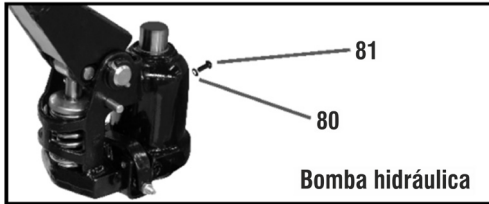

Fig. 9 – Completando ou substituindo o óleo
também os reparos. Para completar ou substituir o óleo, remova o parafuso (81) e o anel o-ring (80) e complete o volume de óleo. Recoloque o anel o-ring e o parafuso, (fig. 9).